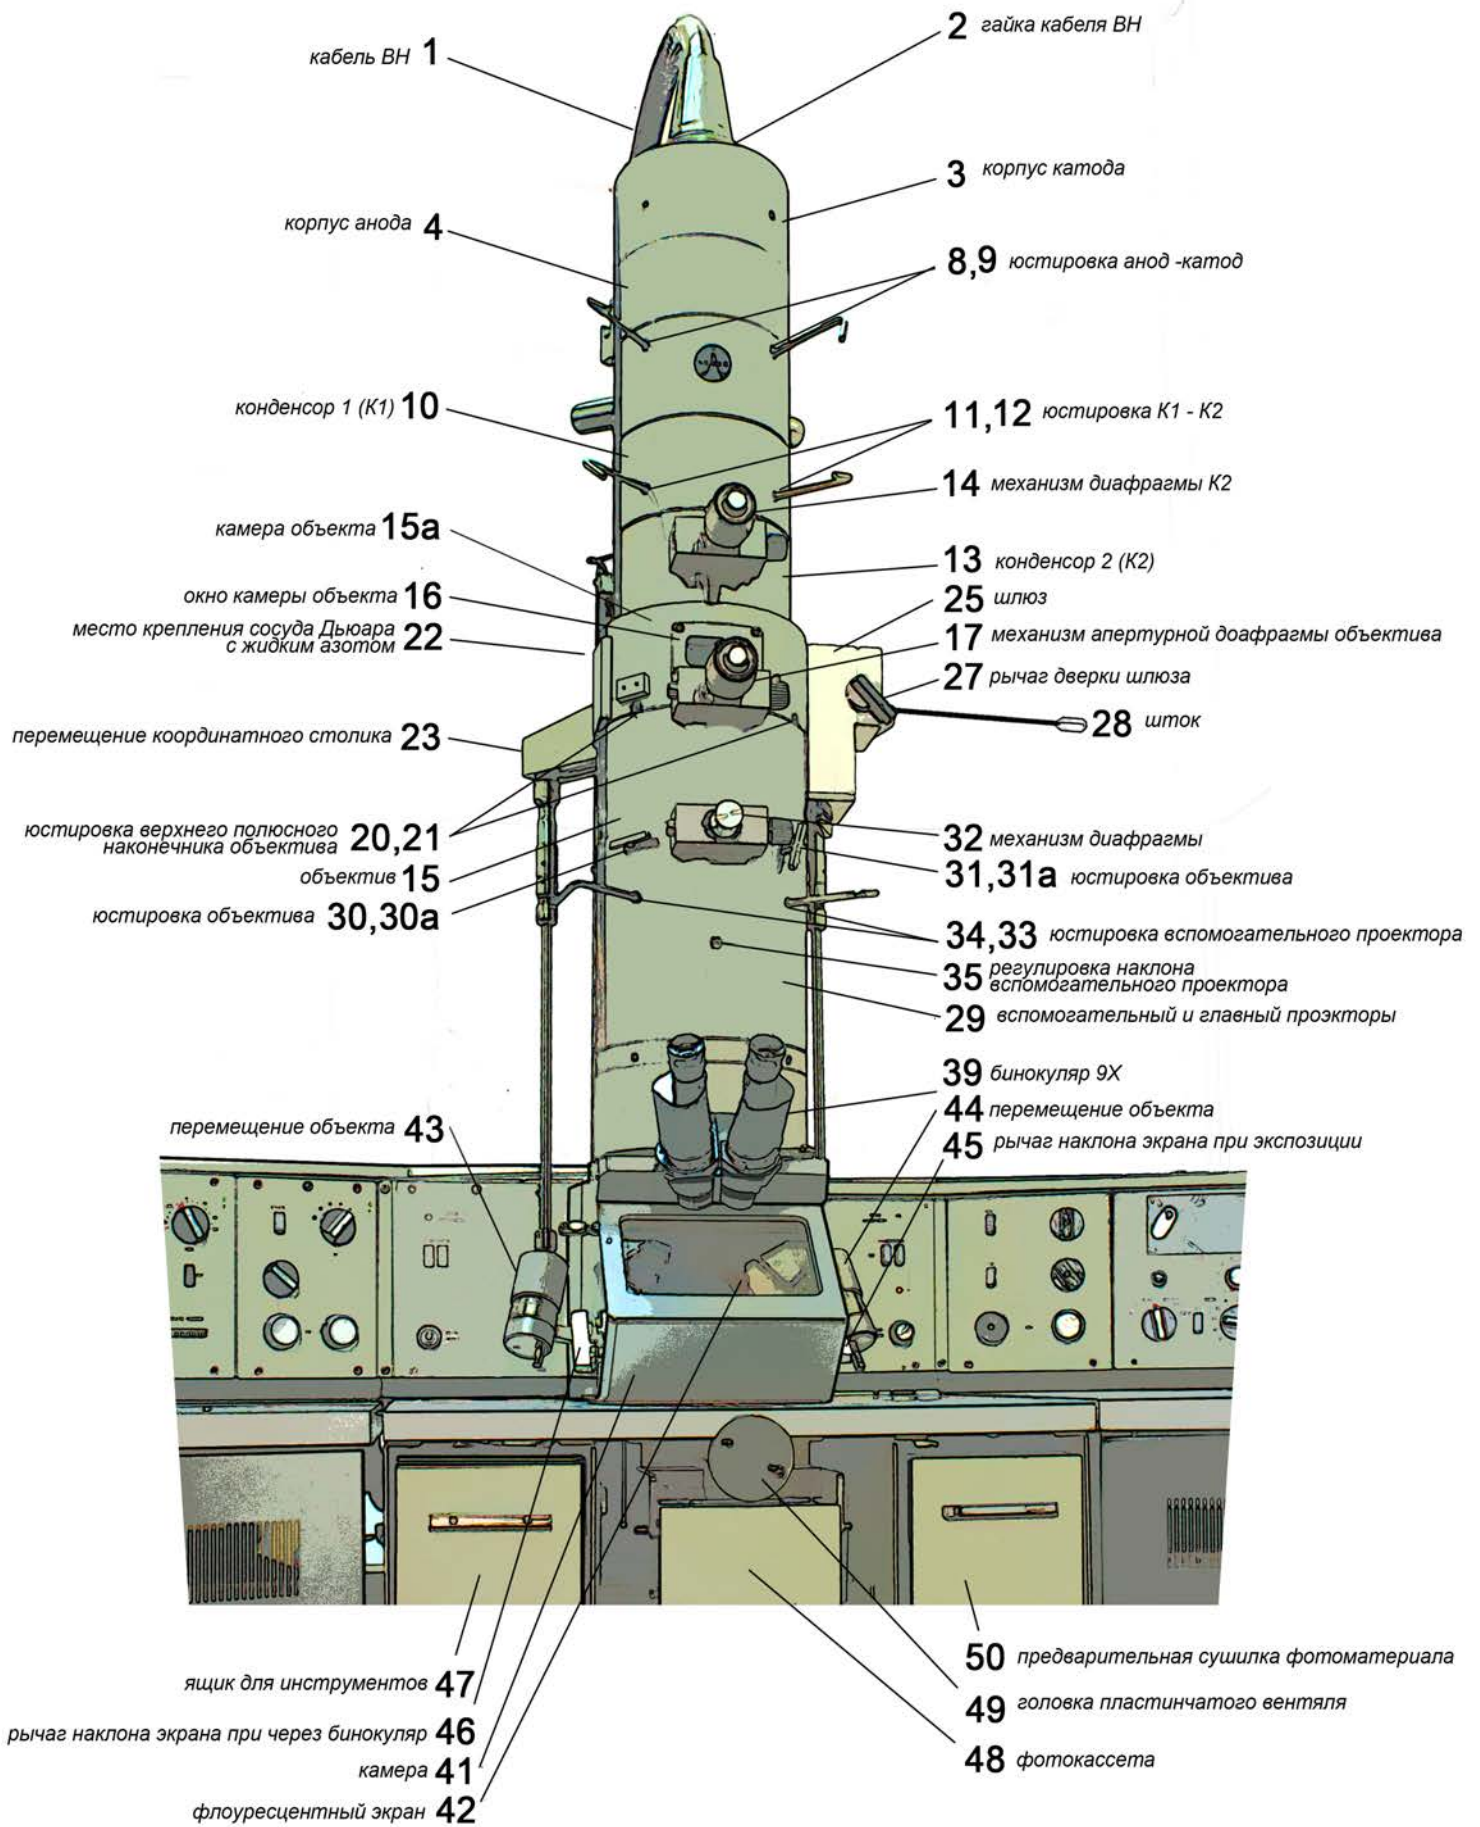

Рис.1
Переключатель рода работ 45 (рис. 2а) находятся в положении «УВЕЛ.1» «MAG.1», потенциометр плавного увеличения 47 установлен в левом крайнем положении, ручка 48 — в положении 1. Все механически центрируемые части тубуса установить с помощью специальных ключей приблизительно в среднее положение, чтобы отверстия диафрагм не перекрывались и не мешали прохождению луча (винты 8, 9, 11, 12, 30, 30а, 31, 31а - рис. 1).
Также верхний полюсный наконечник объектива (винты 20, 21 — рис. 1) и ВП (винты 33, 34 — рис. 1) должны быть приблизительно в среднем положении.
**На флуоресцентном экране должно появиться светящееся пятно.** Если оно не появилось, то следует вращать винты 8, 9 (рис. 1) до тех пор, пока точка на экране не появится. Винты 8, 9 установить в положение максимальной яркости светящегося пятна. *Светящееся пятно не следует оставлять продолжительное время на одном месте флуоресцентного экрана во избежание его выгорания в данной точке!*